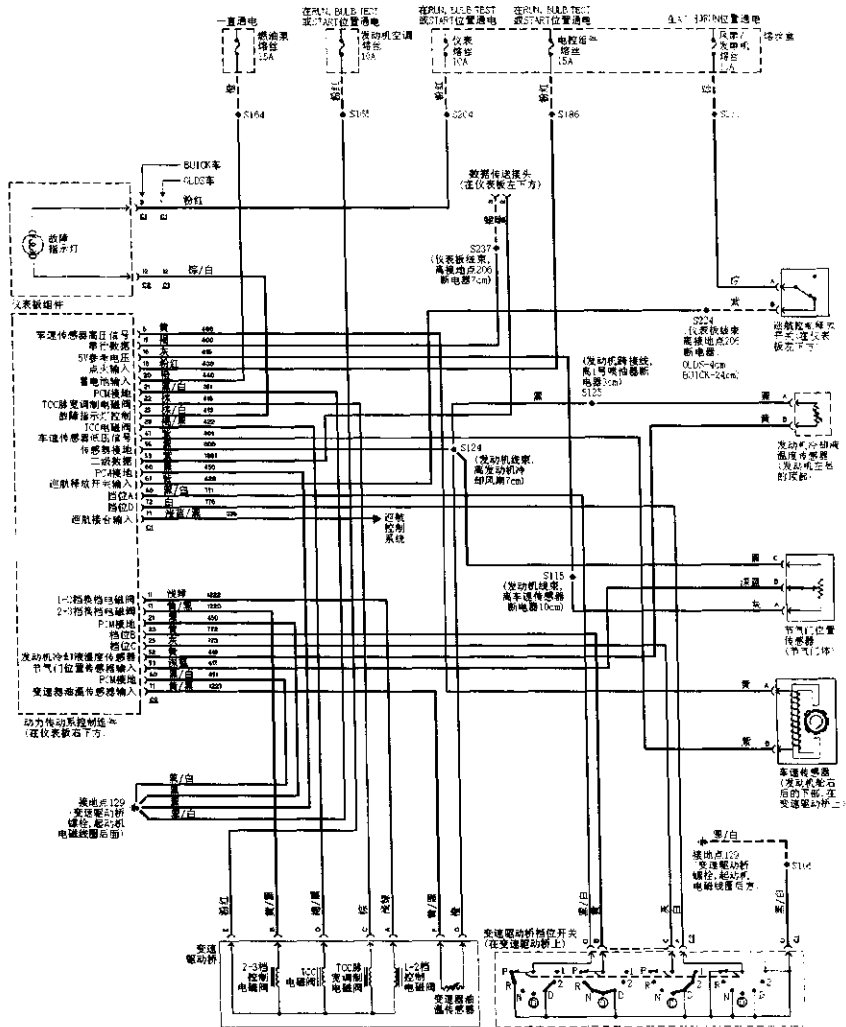
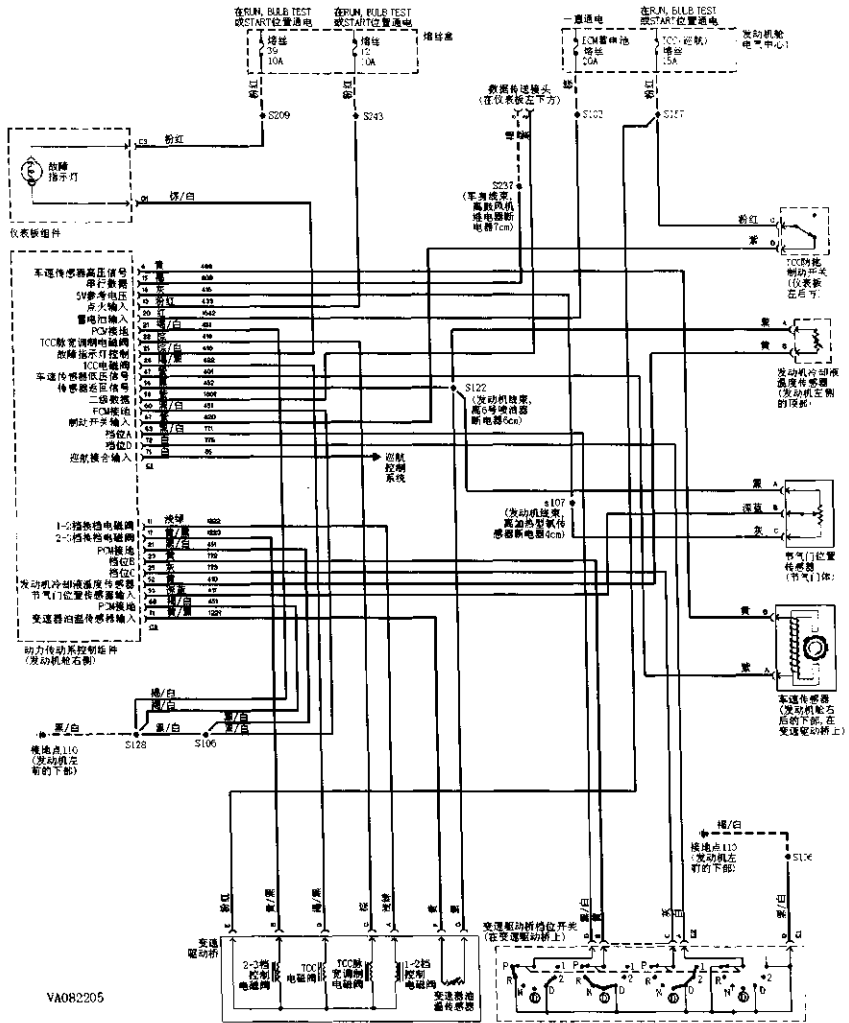

图 2-45 1996 年型 A 车身—3.1L 发动机 (Century) 电路图
图 2-47 1996 年型 W 车身—3.8L 发动机 (Regal) 电路图
注意：在进行诊断程序以前，要进行车载诊断系统检查。端子位置见图 2-45 ~ 图 2-47。油路识别参见附录 变速器油路图部分。
注意：在进行诊断程序以前，要进行车载诊断系统检查。电路识别参见图 2-45 ~ 图 2-47。
① 将故障诊断仪连接到数据传递接头上。将点火开关置于 ON 位置。不要起动发动机。用故障诊断仪记录固定格式的故障信息作为参考。在这一测试以后清除故障诊断代码时，数据将会丢失。如果存在故障诊断代码 P0753、P0758 和 P1864，进行下一步。如果故障诊断代码 P0753、P0758 和 P1864 不存在，进行步骤③。
② 拆下相应的熔丝并检查 (图 2-45 - 图 2-47)。如果熔丝熔断，检查熔丝和变速驱动桥 7 针线束接头之间的电路是否与地短路。如果熔丝完好，检查熔丝和变速驱动桥 7 针线束接头之间的电路是否断
注意:在进行诊断程序以前,要进行车载诊断系统检查。电路识别参见图 2-45~图 2-47。
② 拆下相应的熔丝并检查(图 2-45~图 2-47)。如果熔丝熔断,检查熔丝和变速驱动桥 7 针线束接头之间的电路是否与地短路。如果熔丝完好,检查熔丝和变速驱动桥 7 针线束接头之间的电路是否断路。进行相应的修理,然后进行步骤③。
③ 关闭点火开关。断开变速驱动桥 7 针线束接头。在变速驱动桥 7 针线束接头的动力传动系控制组件一侧连接变速驱动桥跨接线(J-38835)。在跨接线上的熔丝端子和液力变矩器离合器电磁阀控制端子之间连接测试灯。将点火开关置于 ON 位置,不要启动发动机。如果测试灯不亮,进行下一步。如果测试灯亮,检查变速驱动桥 7 针线束接头和动力传动系控制组件之间的液力变矩器离合器电磁阀控制电路是否与地短路。修理电路,然后进行步骤②。如果电路完好,更换动力传动系控制组件,然后进行步骤③。
④ 在故障诊断仪上选择“自动变速驱动桥输出(A/T Output)”、“液力变矩器离合器电磁阀(TCC Solenoid)”。接通断开电磁阀 3 次。如果测试灯开关 3 次,进行下一步。如果测试灯没有开关 3 次,检查变速驱动桥 7 针线束接头和动力传动系控制组件之间的液力变矩器离合器电磁阀控制电路是否断路。修理电路,进行步骤③。如果电路完好,而测试灯一直不亮,检查变速驱动桥 7 针线束接头和动力传动系控制组件之间的液力变矩器离合器电磁阀控制电路是否与电源电压短路。修理电路,然后进行步骤③。如果电路完好,更换动力传动系控制组件,然后进行步骤③。
⑤ 关闭点火开关。从变速驱动桥 7 针线束接头的动力传动系控制组件一侧断开变速驱动桥跨接线。在变速驱动桥 7 针线束接头的变速驱动桥一侧连接变速驱动桥跨接线。在跨接线上的熔丝端子和液力变矩器离合器电磁阀端子之间连接电阻表。如果电阻是 20~40 $\Omega$ ,更换动力传动系控制组件,然后进行步骤③。
⑥ 如果电阻小于 100 $\Omega$ ,进行下一步。如果电阻大于 100 $\Omega$ ,检查变速驱动桥 7 针线束接头和电磁阀之间的液力变矩器离合器电磁阀供电和接地电路是否断路。修理电路,然后进行步骤③。如果电路完好,更换液力变矩器离合器电磁阀,然后进行步骤③。
⑦ 在跨接线上的地线和液力变矩器离合器电磁阀端子之间连接电阻表。如果电阻小于 100 $\Omega$ ,检查变速驱动桥 7 针线束接头和液力变矩器离合器电磁阀
注意：在进行诊断程序以前，要进行车载诊断系统检查。电路识别见图 2-45 ~ 图 2-47。油路识别参见附录 变速器油路图部分。
7. 电路图 (图 2-45~图 2-47)